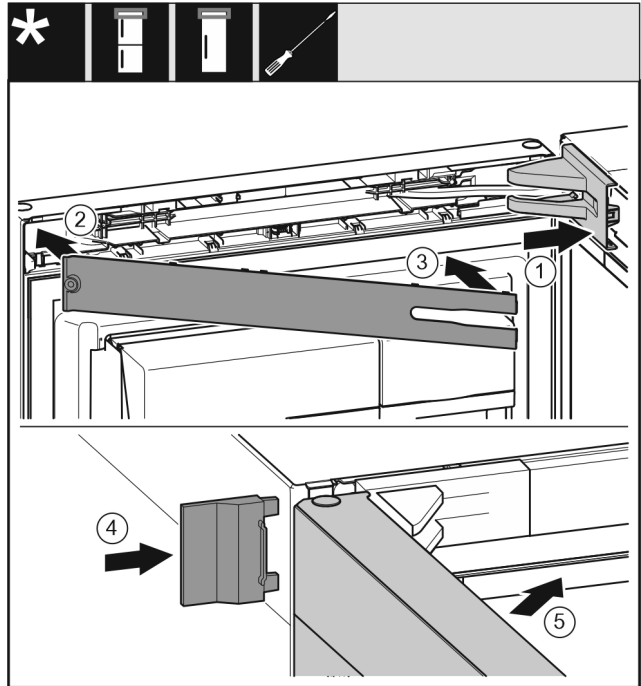

Fig. 32
- Mettre en place le cache du support de palier Fig. 32 (1) et l'enclencher. Au besoin, l'écarter avec précaution.
- Poser le cache Fig. 32 (2).
- Faire pivoter le cache Fig. 32 (3) et l'enclencher.
- Insérer le cache extérieur Fig. 32 (4).
- Fermer la porte supérieure Fig. 32 (5).